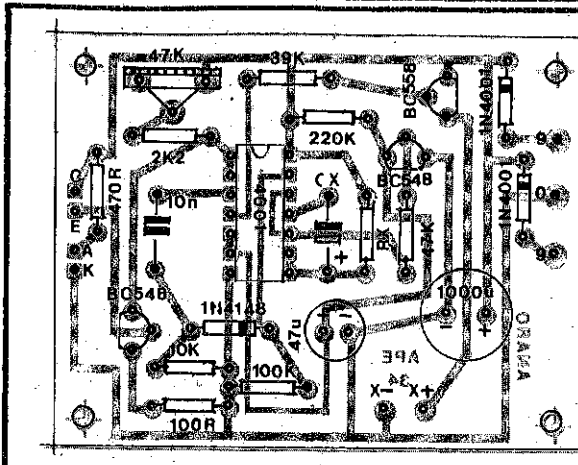

Fig. 3
- FIG. 3 - "CHAPEADO" DA MONTAGEM - Posição dos principais componentes e peças que ficam diretamente sobre a placa...